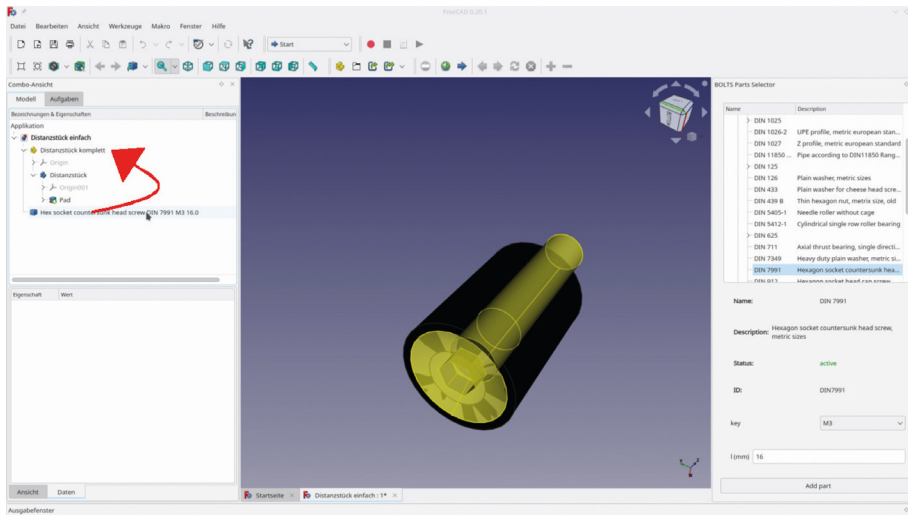

Bild 4-11
- Die Schraube erscheint in der 3D-Ansicht. In der Baumannsicht erkennt man aber, dass die Schraube noch nicht zum Std-Part-Container "Distanzstück komplett" gehört. Zudem ist die Oberfläche des Senkkopfes diskontinuierlich dargestellt (Bild 4-11).